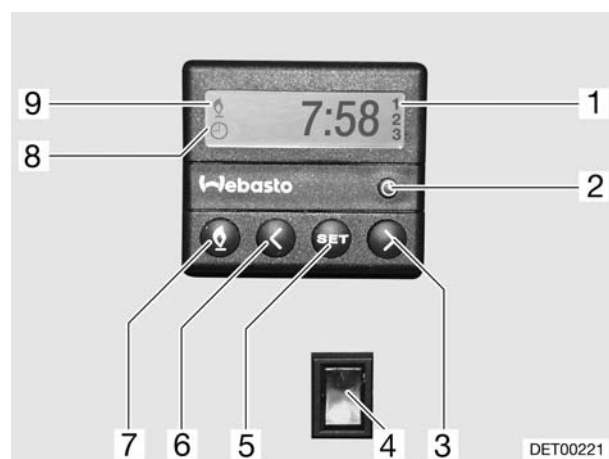

Fig. 65 Centralina di controllo per riscaldamento fisso
- Premere il tasto (Fig. 65,7). Il funzionamento del riscaldamento viene indicato con il simbolo (Fig. 65,9).
- Premere il tasto (Fig. 65,7). Il simbolo (Fig. 65,9) si spegne.
- Premere l'interruttore (Fig. 65,4) in basso. Il motore viene preriscaldato.
- Premere l'interruttore (Fig. 65,4) in alto. Il motore rimane freddo.
- Premere il tasto (Fig. 65,2). L'impostazione dell'ora viene indicata con il simbolo (Fig. 65,8).
- Impostare l'ora con i tasti (Fig. 65,3 e 6).
- Premere il tasto (Fig. 65,5).
- Impostare l'orario di accensione con i tasti (Fig. 65,3 e 6) entro 10 secondi.
- Premere il tasto (Fig. 65,5) fino a che nel display (Fig. 65,1) non appare il numero di programmazione desiderato.